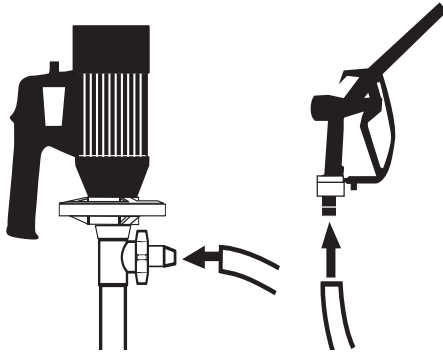
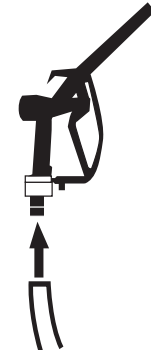

Figura 9
Figura 10
10. Asegure el conjunto del tubo de descarga en el diente de descarga de la bomba y fíjelo con la abrazadera inoxidable para manguera suministrada (Figura 9, página 4). Fije el tubo al diente de la boquilla de mano, y asegúrela con la abrazadera inoxidable para manguera (Figura 10, página 4).